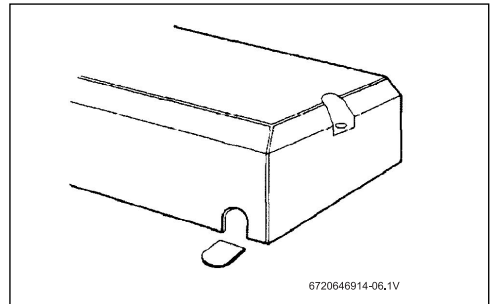

Fig. 14 Cubierta de la unidad
- ▶ Si va a ser a través de la cubierta inferior, corte el saliente de plástico para exponer la funda de goma (Fig. 14):